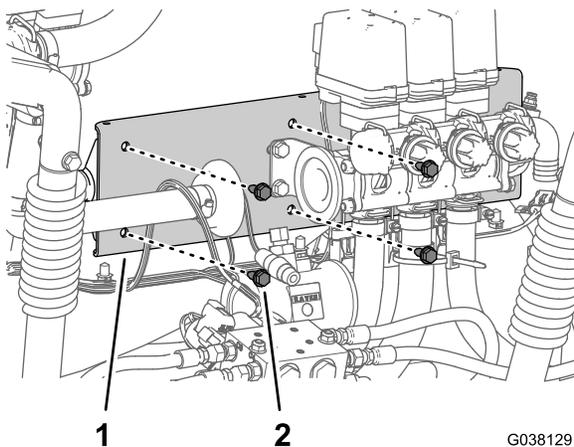

Bild 18
1. Entfernen Sie die vier Bundkopfschrauben (5/16" x 3/4"), mit denen die Abschnittventil-Halterung an der Abschnittventilbefestigung befestigt ist (Bild 18).